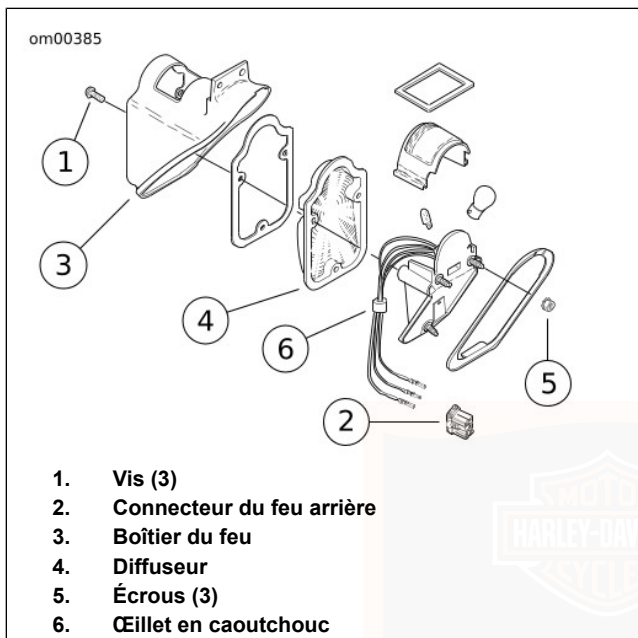

Figure 51. Ensemble du feu arrière : FLSTSC/FLSTN
1. Voir la Figure 51. Retirer le diffuseur.